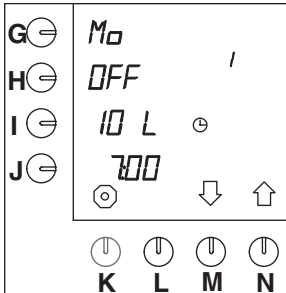

Fig. 44 Forprogrammerede indstillinger (inaktiv)
Der er fjorten forprogrammerede "tidsindstillinger" til alle ugens dage. Så snart disse aktiveres ved hjælp af fremgangsmåden nedenfor, vil de kun være aktive og synlige i brugertilstand. Alle indstillinger kan indstilles efter ønske. De fjorten indstillinger er standard i (se fig. 44 ):
- Tryk på valgknappen (N.)↑, indtil fig. 44 vises i displayet.